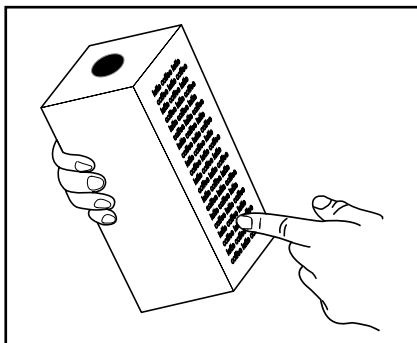

Bild 1
- Produktförpackningarna för kaffe och te skall förvaras enligt vad som anges på förpackningen (bild 1).